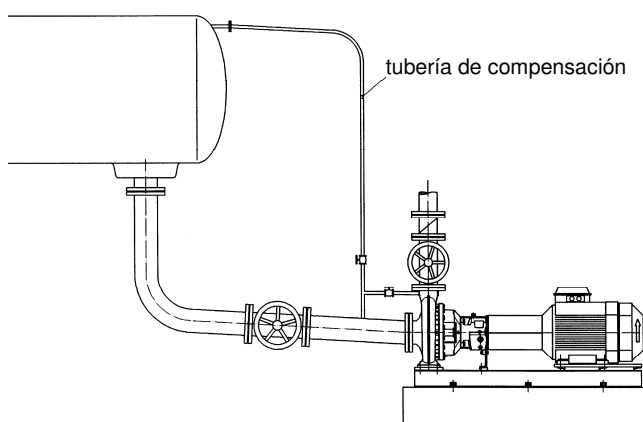

fig. 3
- Una tubería adicional descargada (derivación de descarga-línea de ventilación) facilita la eliminación de aire de la bomba antes de su puesta en marcha (fig. 3).